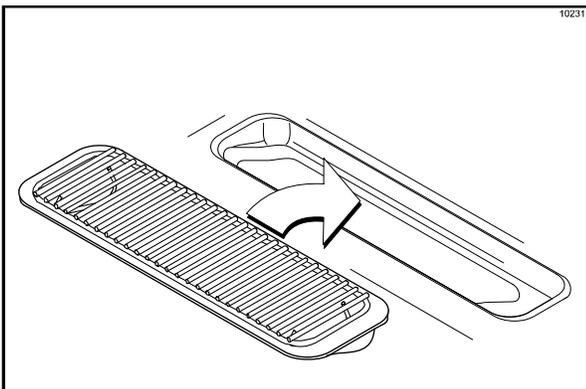

图 143
18. 将前滴料盘和滴料盘盖安装在门出料口的下面。（见图 143。）